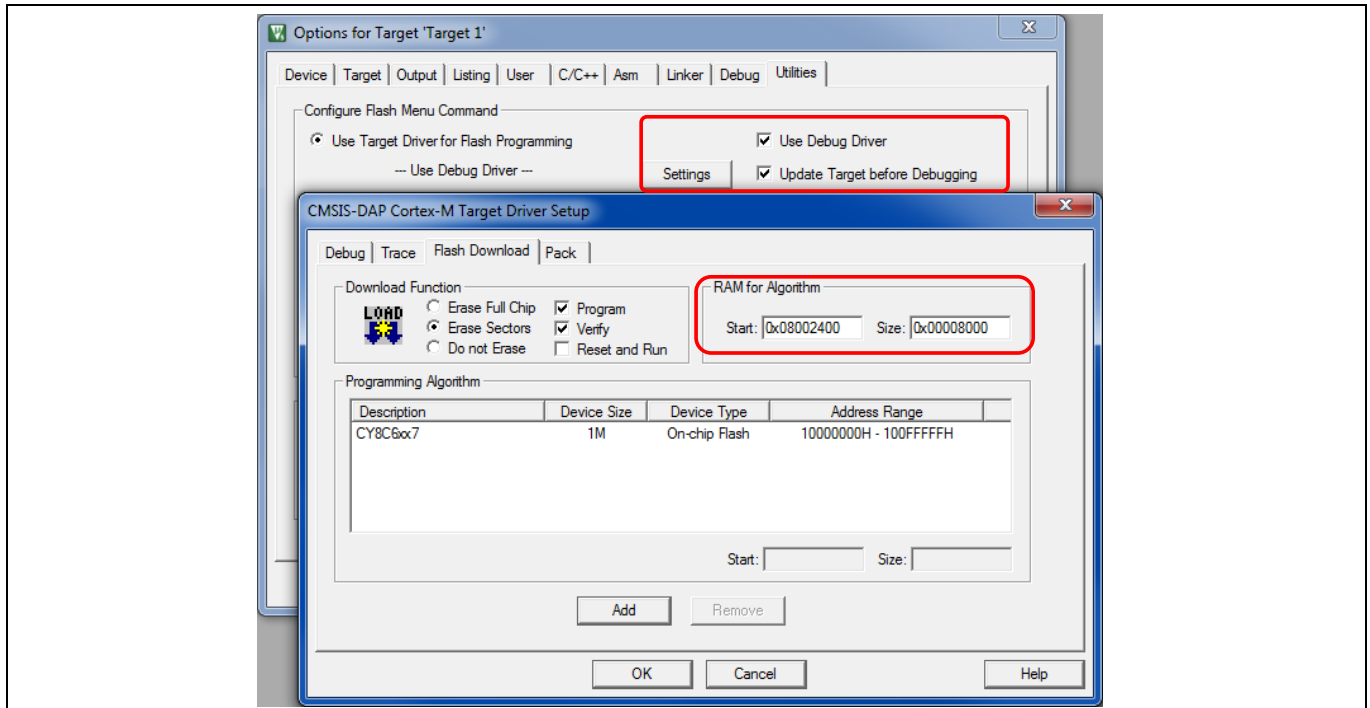

Figure 30 CM4 プロジェクト用ユーティリティオプション
- **Figure 30** に示すように、**Options** ダイアログの **Utilities** タブで、**Update Target before Debugging** がチェックされていることを確認してください。示されるようにアルゴリズム値の RAM を設定してください。**Reset and Run** の確認はオプションですが便利です。
BlinkyM4 プロジェクトを右クリックして、それをアクティブプロジェクトとして設定してください。次に、(1)フラッシュを消去 (**Flash > Erase**) し、(2)プロジェクトをダウンロード (**Flash > Download**) して正しい動作を確認して、ビルドオプションをテストしてください。Reset and Run を選択しなかった場合 (**Figure 30** 参照)、操作を開始するにはキットのリセットボタン (RST / SW1) を押す必要があります。